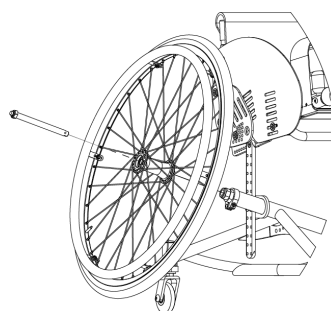

FIG. 10
- Assicurarsi che il pulsante "X", una volta montata la ruota (fig. 10), sia completamente rilasciato.